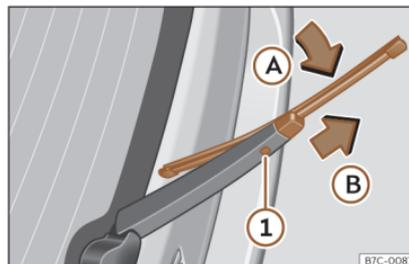

Fig. 39 Sostituzione della spazzola del lunotto posteriore.
- Ruotare leggermente la spazzola» fig. 39 (freccia A).
- Tenere premuto il tasto di sblocco ❶ e tirare delicatamente la spazzola nella direzione indicata dalla freccia B.
- Inserire nel braccio tergilunotto una nuova spazzola **della stessa lunghezza e dello stesso tipo**, in direzione opposta a quella indicata dalla freccia B fino all'incastro del tasto ❶.